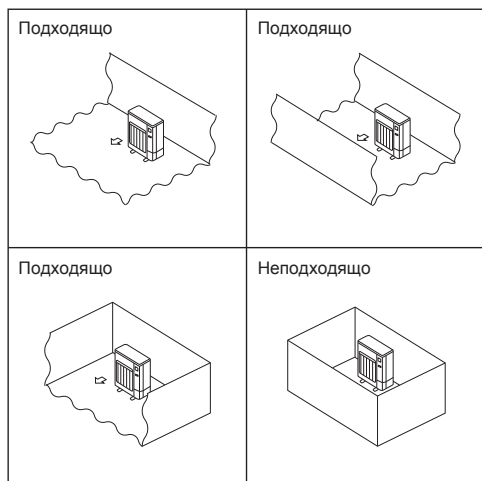

Fig. 2-2
- Монтирайте външните тела на място, където поне една от четирите страни е открита, и на достатъчно голямо пространство без понижено атмосферно налягане. (Fig. 2-2)